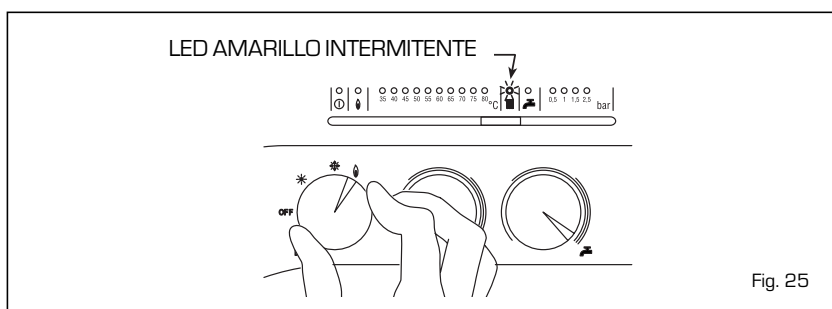

Fig. 25
Para efectuar la verificación de la combustión de la caldera girar el selector en la posición (I) hasta que el led amarillo (III) no inicia a relampaguear (fig. 25). Desde este momento la caldera iniciará a funcionar en calefacción a la máxima potencia con apagado a 80°C y reencendido a 70°C.